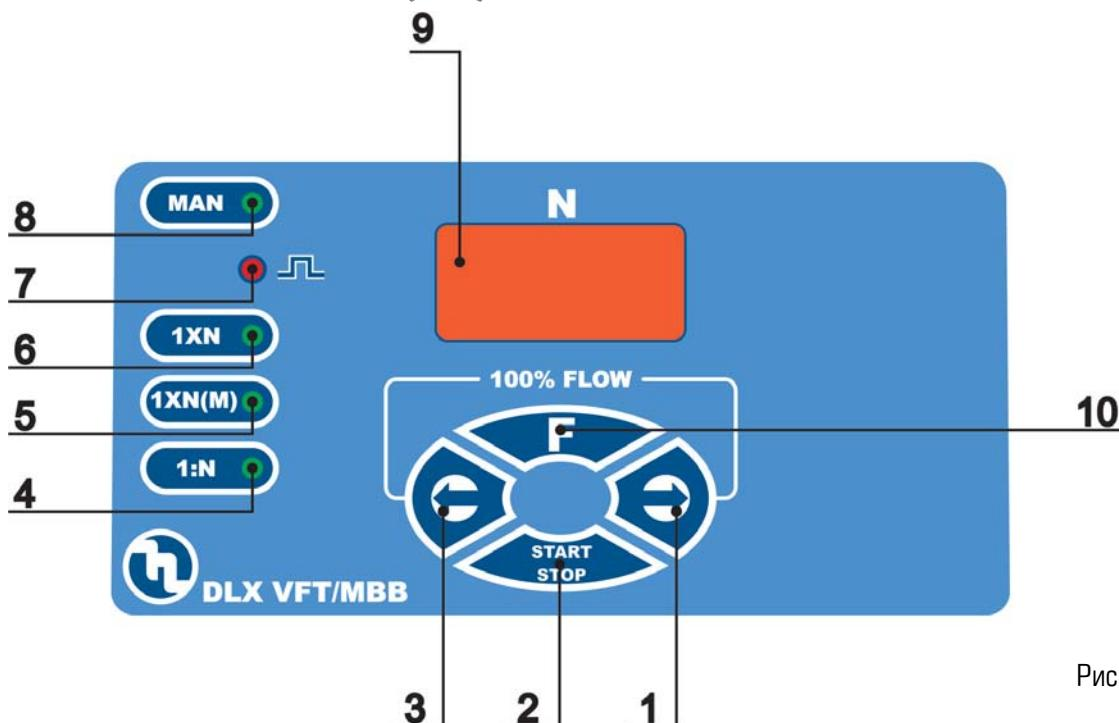
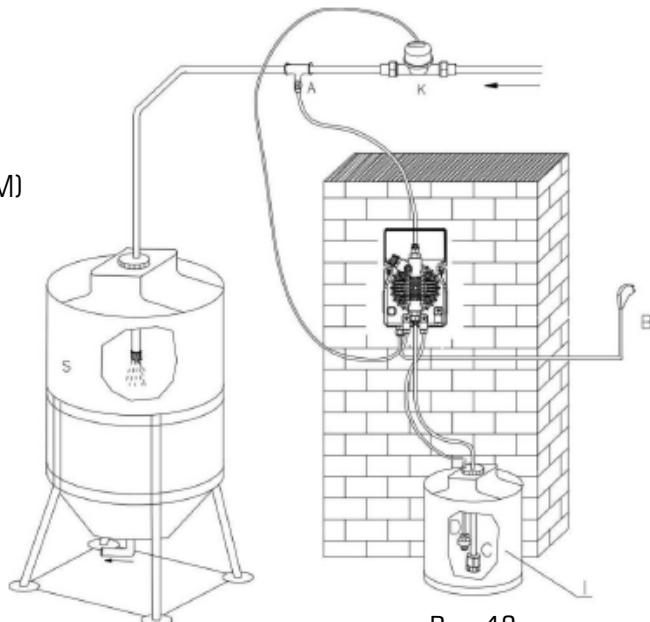

Рис. 11
Рис. 12
6.1. ОРГАНЫ УПРАВЛЕНИЯ НАСОСОМ (Рис.11)
- Зеленый LED индикатор – режим умножения с памятью 1XN (M)
6.2. ОБЫЧНЫЙ ВАРИАНТ УСТАНОВКИ (Рис.12)